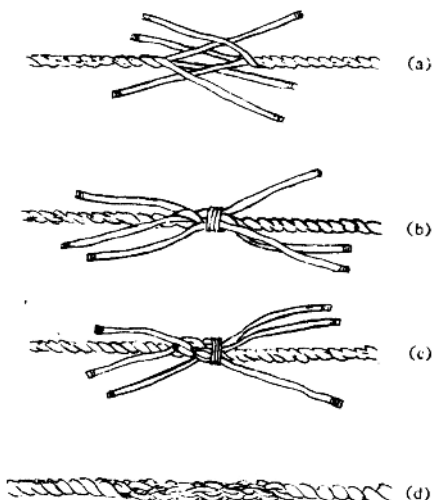

图 1-8 三股拧绞绳短插接
(1) 将两绳的绳端各松开 4~6 倍于绳周的长度，各股末端用帆线扎紧。
(2) 将两绳端各股顺序相交，如图 1-8(a) 所示。先插其中一端，另一端暂用小绳扎紧，如图 1-8(b) 所示。活股顺序逆根股搓纹压一股穿一股如图 1-8c 所示，插三道。在每插一道后，须把各股及时收紧。
(3)插完一端后,再按相同的方法插另一端。最后将剩下的绳头割去即成,如图 1-8(d)所示。